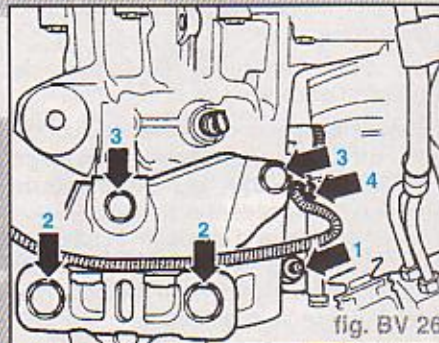

fig. BV 26
- Déposer le support du câble de direction assistée de la vis arrière pour la console de boîte de vitesses (flèche 1) (fig. BV 26).